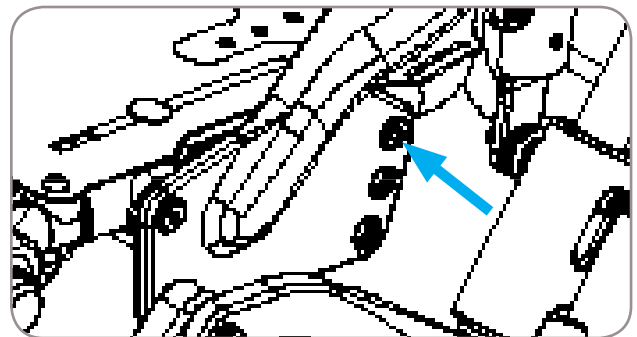

Figura 7
2. Retire el perno y la tuerca de los lados izquierdo y derecho, consulte la figura 7. Se requiere una llave hexagonal de 5 mm y una llave de 13 mm.